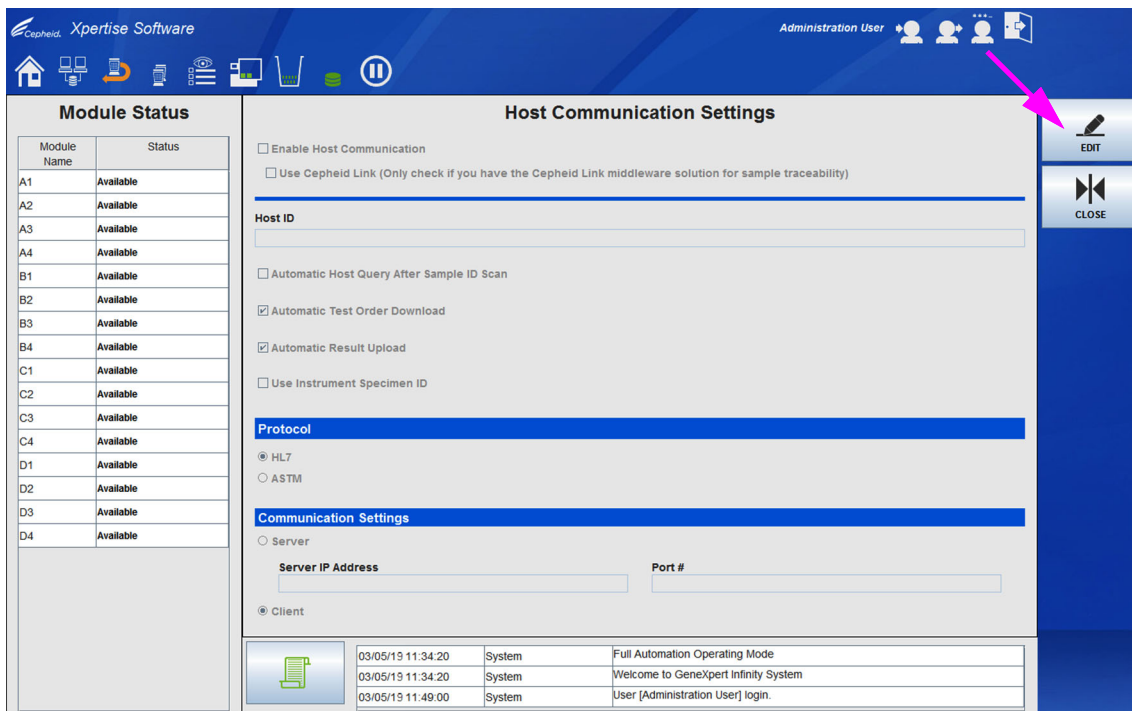
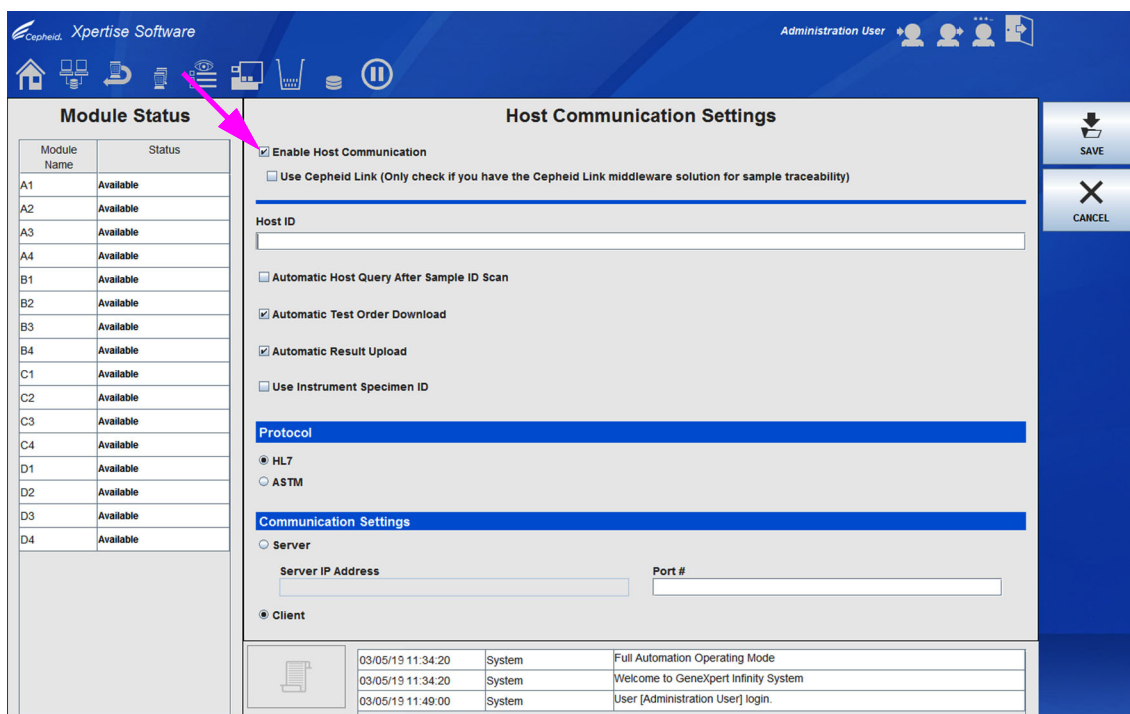

図 2-31. ホスト通信設定ワークスペース
図 2-32. ホスト通信設定ワークスペース、有効化
2. **ホスト通信設定 (HOST COMMUNICATIONS SETTINGS)** ボタン（図 2-23 を参照）を選択して、ホスト通信設定 (Host Communications Settings) ワークスペースを表示します。図 2-31 を参照。
3. ホスト通信設定 (Host Communication Settings) ワークスペースで、**編集 (EDIT)** ボタン（図 2-31 を参照）を選択して、ホスト通信設定の編集を許可します。これで、ホスト通信設定 (Host Communication Settings) ワークスペースが有効になり、図 2-32 に示すように編集できます。
4. ホスト通信を有効にするために、ワークスペースの上部左隅の**ホスト通信を有効にする (Enable Host Communication)** チェックボックスを選択します（図 2-32 を参照）。これで、ホスト通信設定 (Host Communication Settings) ワークスペースで他のオプションを選択できるようになります。
ホスト通信設定 (Host Communication Settings) ワークスペース (図 2-32 を参照)